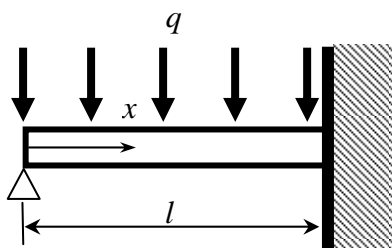

図2
2. 図2に示す長さ l の真直な梁の左端を単純支持し、右端を固定支持する。単位長さあたり q の等分布荷重が鉛直下向きに加わる場合に左端に発生する、鉛直上向きの支持反力 R を求めよ。縦主軸に沿って梁の断面は一様であり、断面二次モーメントは I である。また梁のヤング率を E とする。